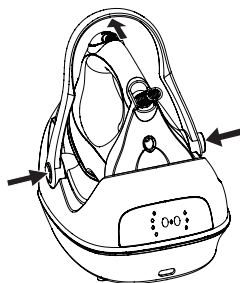

Fig.1
2. Appuyer sur le bouton de la poignée pour la baisser. (Fig.1)